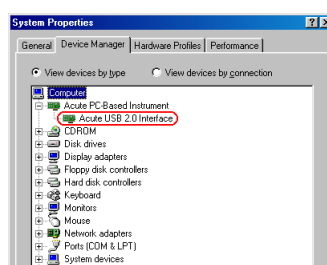

Figure 6
8. Вы можете увидеть “Acute USB 2.0 Interface” списке устройств (Figure 6). Это подтверждает , что ЦЗО установлен на Ваш ПК . Если значок устройства имеет вопросительный или восклицательный знак – это говорит об имеющихся проблемах . В случае невозможности решить эти